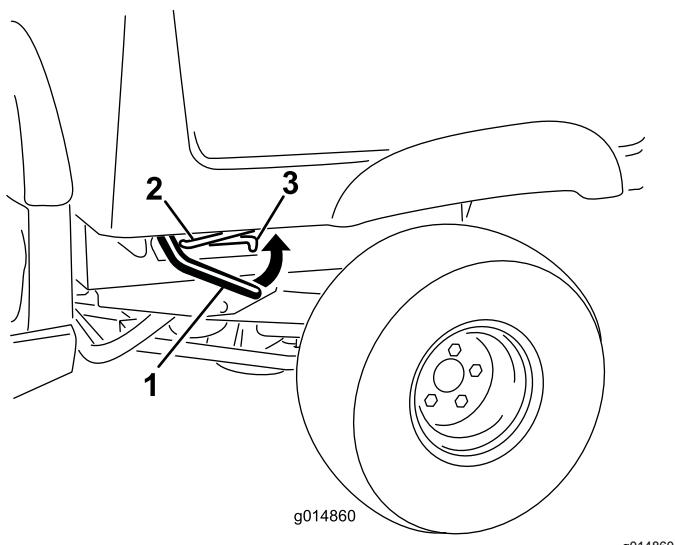

Figura 12
1. Levante la palanca situada en cada lado de la plataforma y eleve la plataforma (Figura 12).
1. Eleve la plataforma de carga levemente tirando hacia arriba de la palanca de enganche (Figura 12).